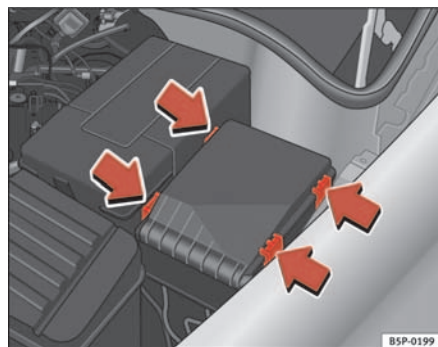

Fig. 179 Tapa de la caja de fusibles en el compartimiento motor
- Retire la tapa de fusibles del compartimiento del motor haciendo presión sobre las lengüetas hacia el centro de la tapa ⇒ fig. 179.